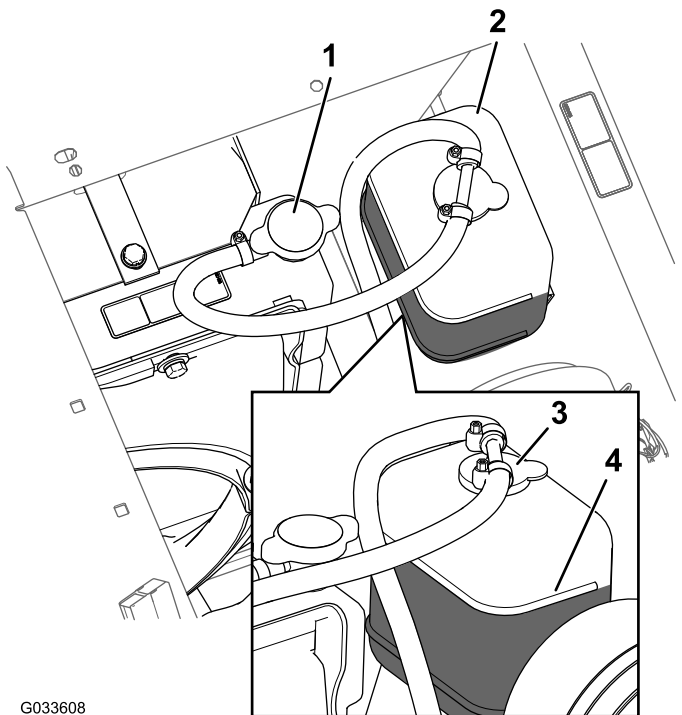

Рисунок 85
3. Осторожно снимите крышку радиатора и крышку расширительного бачка (Рисунок 85).
Примечание: Радиатор должен быть заполнен до верха заливной горловины, а расширительный бачок должен быть заполнен до отметки FULL (Полный) на бачке (Рисунок 85).
5. Если уровень охлаждающей жидкости низкий, снимите крышку расширительного бачка и крышку радиатора, долейте жидкость в расширительный бачок до отметки FULL (Полный) и в радиатор до верха заливной горловины (Рисунок 85).
6. Установите крышку радиатора и крышку расширительного бачка (Рисунок 85).
2. Когда двигатель остынет, снимите крышку радиатора (Рисунок 85).